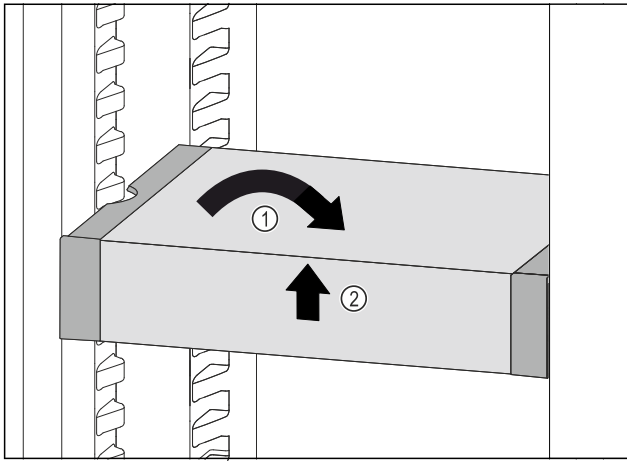

Fig. 102
- ▶ VarioSafe recht zetten. Fig. 102 (1)
- ▶ VarioSafe aan voorkant optillen. Fig. 102 (2)